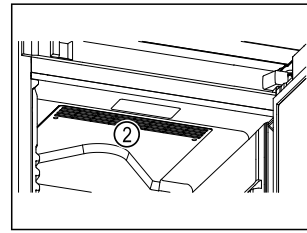

Fig. 62
- ❑ Păstrați libere fantele de ventilație Fig. 62 (2) ale suflantei de recirculare a aerului din interior.